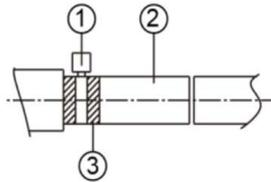

Fig 22
- (4). Aperte o grampo até que a cabeça do parafuso esteja a menos de 4 mm da mangueira. (Fig. 22)
Aperte a braçadeira até que a cabeça do parafuso esteja a menos de 4 mm da mangueira. (Fig.22).